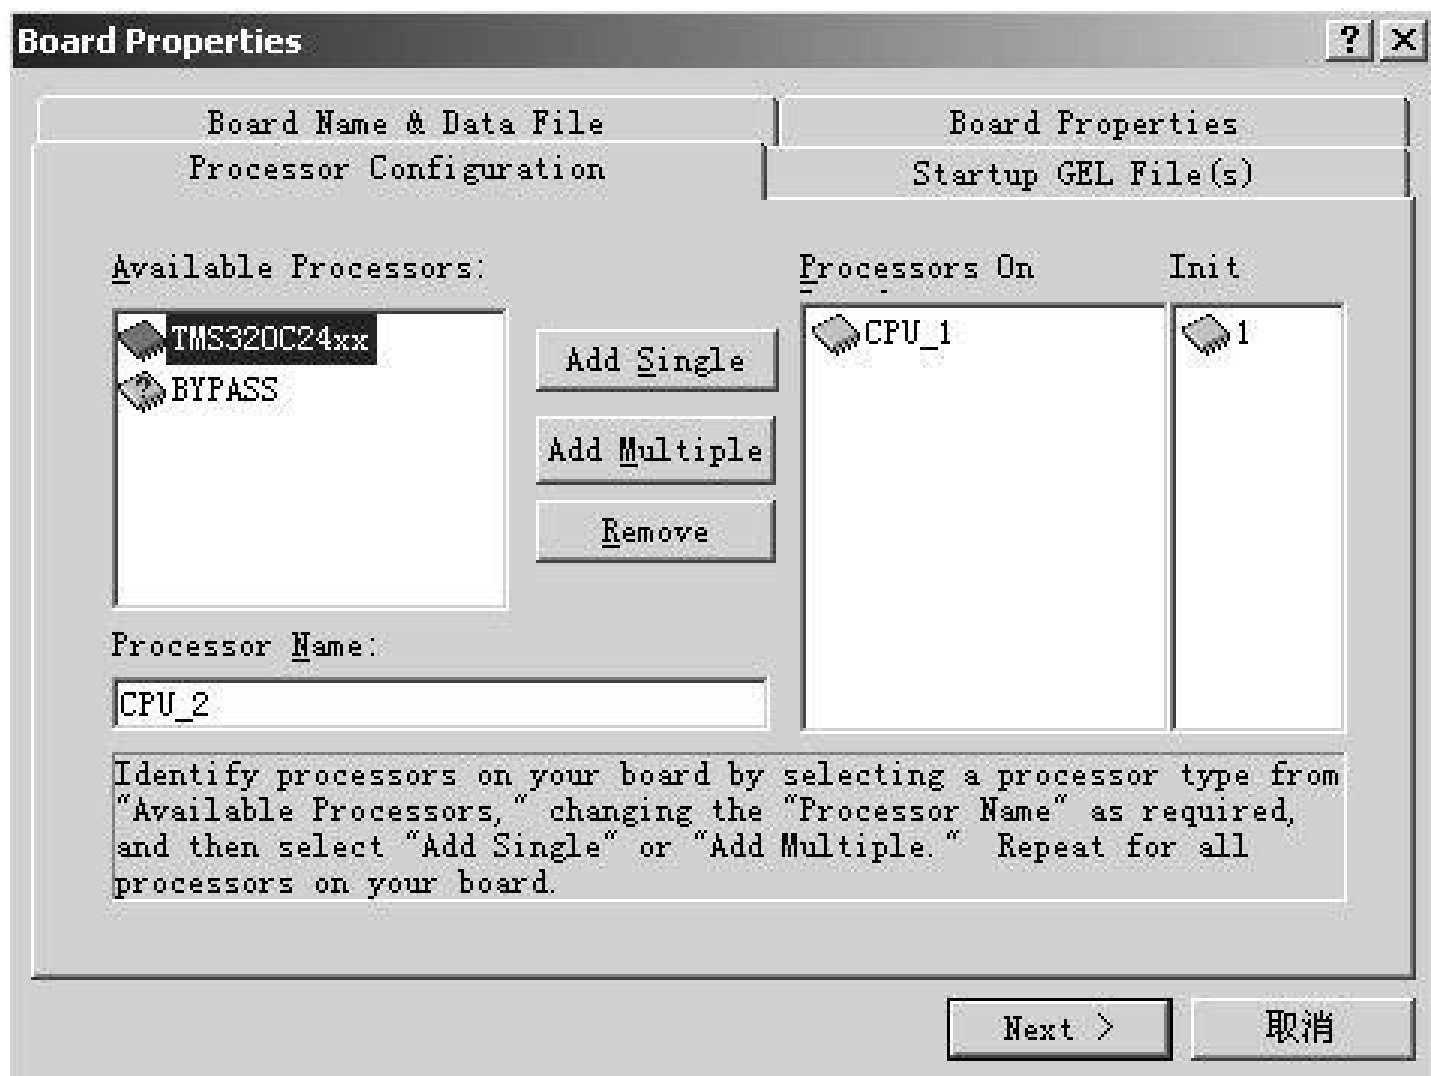

图 8 开发系统中处理器的配置选项
③ ) 在弹出的如图 8 的界面中点击“Add Single”按钮，把 cpu\_1 参加到配置中，再连续。